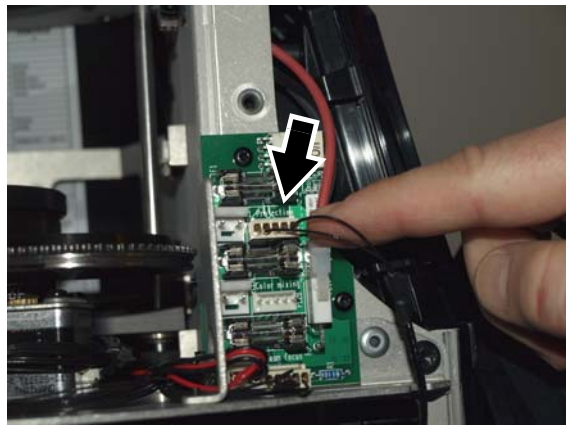

Figure 16: Déconnexion du module passif
4. Voir Figure 16. Un module de restriction du faisceau est installé en standard dans le MAC Viper Wash. Ce module est passif mais il s'identifie sur le système au moyen d'un faisceau de fil. Débranchez son connecteur (fléché) du slot **PL1B Projection** sur le côté droit de la tête. Laissez le faisceau à pendre.